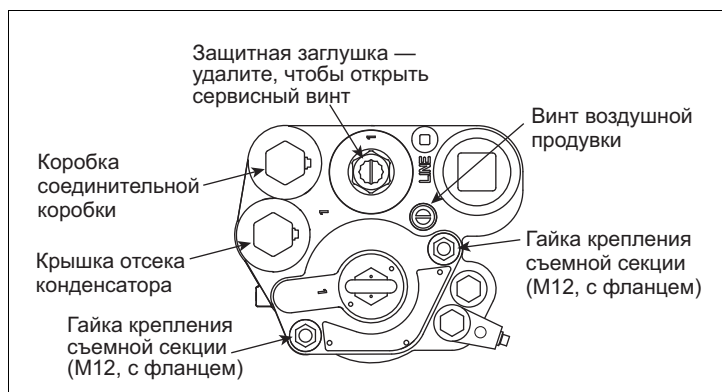

Рис. 26. Гайки крепления съемной секции
2. Отверните и утилизируйте две гайки крепления съемной секции (см. рис. 26). Пружины на крепежных шпильках между фланцем съемной секции и манифольдом вытолкнут съемную секцию вверх, разъединив уплотнения.
15. Поверните винт воздушной продувки на 2–3 оборота против часовой стрелки (см. рис. 26).
2. Снимите и отложите защитную заглушку сервисного винта и поверните его по часовой стрелке (см. рис. 26 на стр. 37). Когда винт приблизится к нижнему положению, начнется сброс давления из системы (это можно определить на слух). Продолжайте вращать винт до упора. После того как винт дойдет вниз до упора, отверните его на 4 оборота, чтобы открыть обратный клапан и дать топливу стечь из полостей манифольда. Продолжайте вращать винт против часовой стрелки, пока не услышите, что обратный клапан встал (опустился) на место.
8. Поверните винт воздушной продувки на 2–3 оборота против часовой стрелки (см. рис. 26).